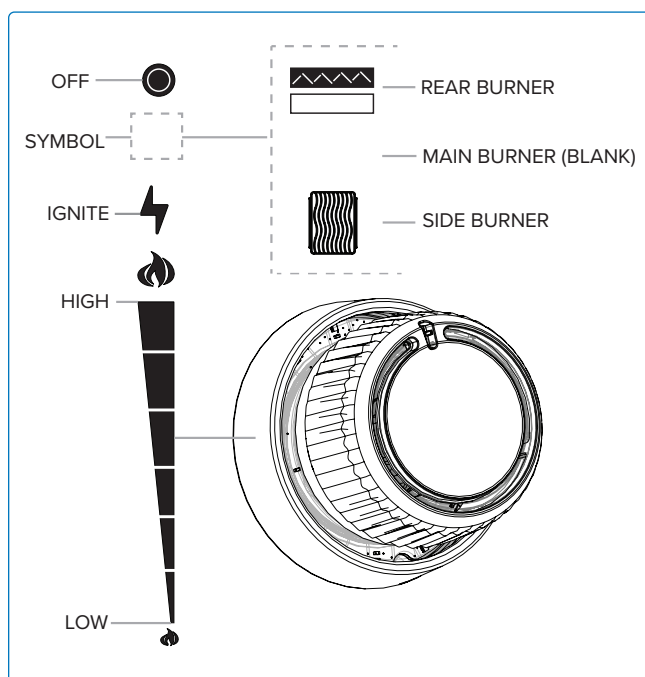

Fig. 7
2. Premere e ruotare lentamente una manopola del bruciatore principale in senso antiorario fino alla posizione ALTA finché la fiamma pilota si accende. Continua a premere la manopola di controllo fino a quando il bruciatore si accende e poi rilascia (**Fig. 6A & Fig. 7**).
3. Premi e ruota lentamente la manopola del bruciatore posteriore in senso antiorario fino alla posizione ALTA (**Fig. 6D & Fig. 7**).
4. Se il bruciatore non si accende entro 5 secondi, ruotare la manopola di controllo del bruciatore in senso orario fino alla posizione SPENTO. Attendere 5 minuti. Ripeti i passaggi 2 e 3. (**Fig. 6E e Fig. 7**).